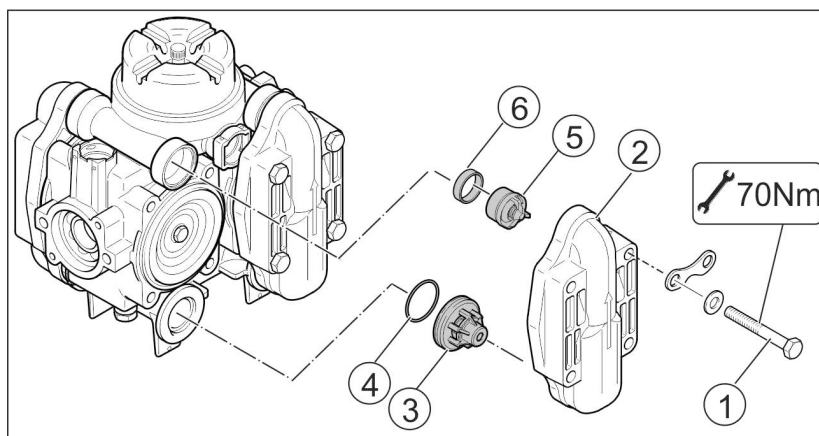

Fig. 198
2. Desserrez les vis (Fig. 198/1).
3. Enlevez le couvercle de soupape (Fig. 198/2).
4. Vérifiez la membrane du piston (Fig. 198/4) et la bague de calage (Fig. 198/5).
1. Serrez les vis (Fig. 198/3) et enlevez la membrane du piston (Fig. 198/4) avec la rondelle de retenue du piston.